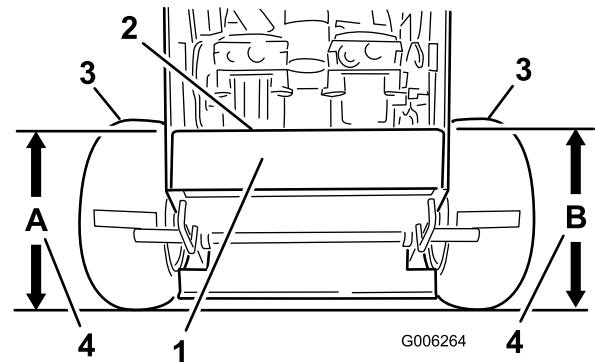

Bild 56
4. Messen Sie die Höhe des Motorchassis an Stelle **A** (Bild 56).
5. Messen Sie die Höhe des Motorchassis an Stelle **B** (Bild 56).